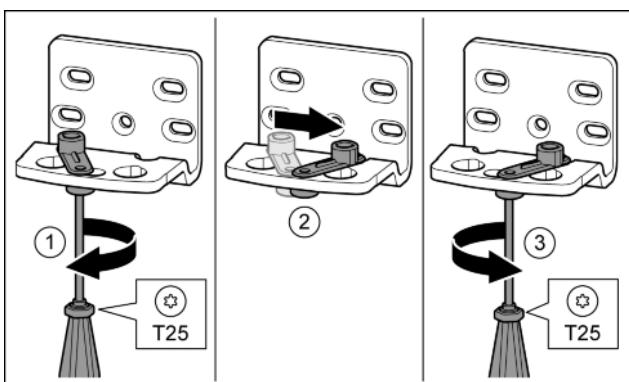

Fig. 16
- ▶ Odvijačem T25 labavo zavijte vijak. Fig. 16 (1)
- ▶ Podignite pomagalo za zatvaranje vrata i okrenite ga za 90° udesno u pravt. Fig. 16 (2)
- ▶ Odvijačem T25 čvrsto pritegnite vijak. Fig. 16 (3)